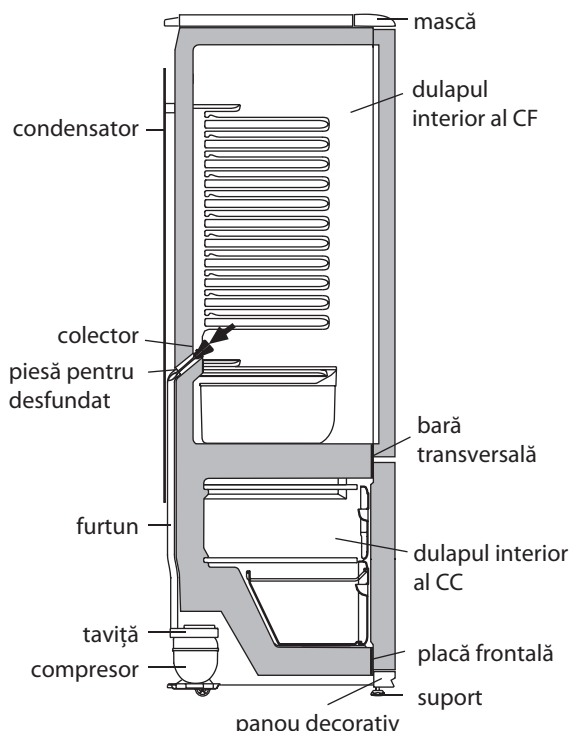

Figura 5 — Schema scurgerii apei rezultate în urma topirii din CF
**3.5.1** În CF se folosește un sistem automat de dezghețare. Bruma, care apare pe peretele din spate a CF, după deconectarea compresorului care lucrează în ciclu, se topește și se transformă în picături de apă. Picăturile de apă rezultată în urma topirii se scurg în colector, apoi prin gaura acestuia și prin furtun - în taviță de pe compresor, în conformitate cu figura 5 și se evaporă. Gaura colectorului este dotată cu o piesă pentru prevenirea înfundării sistemului de drenaj.
Prezența apei în colector indică înfundarea sistemului de drenaj. Pentru eliminarea înfundării folosiți piesa corespunzătoare și curățați gaura colectorului, astfel ca apa să se scurgă liber în taviță, apoi spălați piesa și instalați-o în conformitate cu figura 5.
**SE INTERZICE** să utilizați frigiderul cu sistemul de scurgere înfundat. Apa care a apărut la baza CF sau care a ajuns în locul de alăturare a barei transversale și a dulapului interior al CF, în conformitate cu figura 5, poate provoca coroziunea dulapului exterior al frigiderului și elementelor agregatului frigorific, defectarea izolației termice, formarea crăpăturilor dulapului interior și defecțiunea frigiderului.
**SE INTERZICE** dezghețarea CC fără utilizarea elementului pentru drenare. Apa rezultată în urma topirii care se scurge din cameră afară de elementul pentru drenare, pătrunzând în locul de alăturare a plăcii frontale la dulapul interior în conformitate cu figura 5, poate provoca coroziunea dulapului exterior al congelatorului și a elementelor agr-